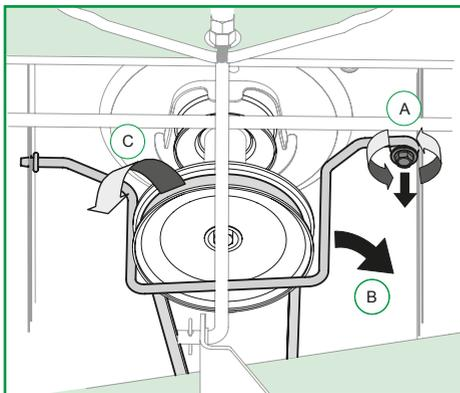

Figura 9
9. Posicione la correa (C) en la polea de transmisión del tractor;
10. Ajuste el asta de seguridad que mantiene la correa en la polea de transmisión del tractor y fijela con un tornillo hexagonal (A) el asta de protección de seguridad (B), conforme Figura 9;